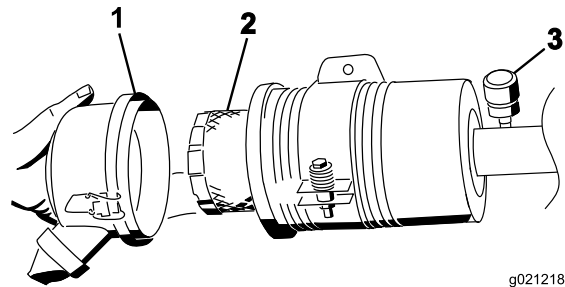

Figura 84
6. Retire e substitua o filtro (Figura 84).